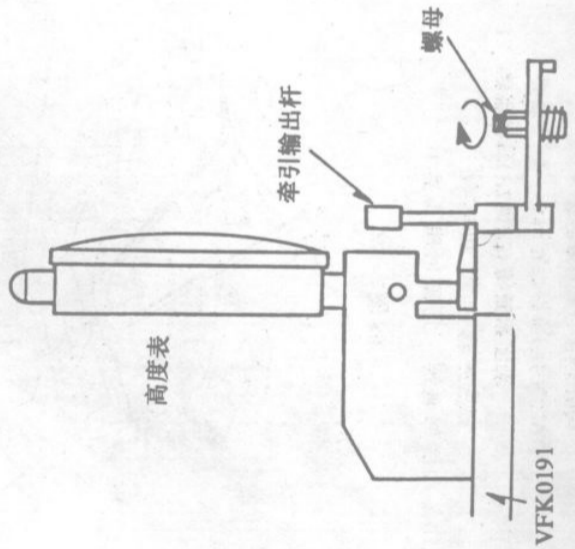
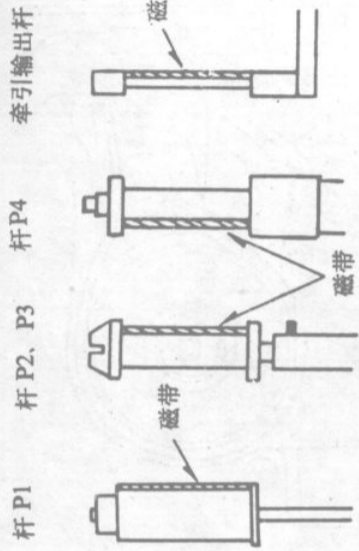

图 57
图 58
⑤ 安装带盘高度表如图 57 所示, 慢慢地转动螺母直到高度表读数为 $-0.06 \pm 0.01\text{mm}$;
⑥ 调整完毕, 按照下面的内容重新安装磁带盒调整“这一节”的内容重新安装磁带盒;
⑦ 重放一盘正常的磁带, 在导柱 P1、P2、P3、P4 和拉杆的顶部或底部磁带边缘不得发生卷曲, 如图 58 所示;